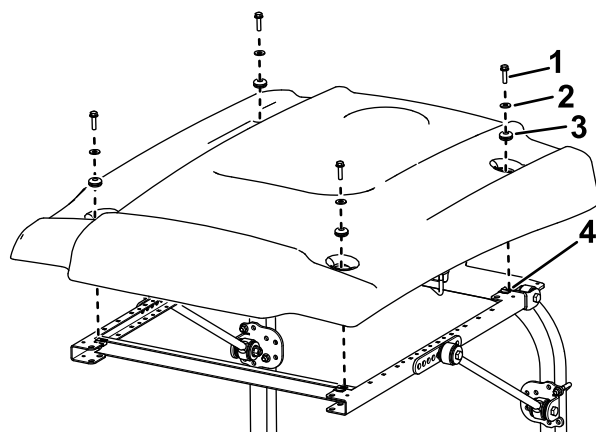

Рисунок 14
16. Выравнивая монтажные отверстия, расположите солнцезащитный навес на раме, как показано на Рисунок 14.
17. Установите каждый угол солнцезащитного навеса на раму с помощью болта с фланцевой головкой ($\frac{5}{16} \times 1$ дюйм), малой шайбы и уплотнительной втулки, не затягивая их (Рисунок 14).